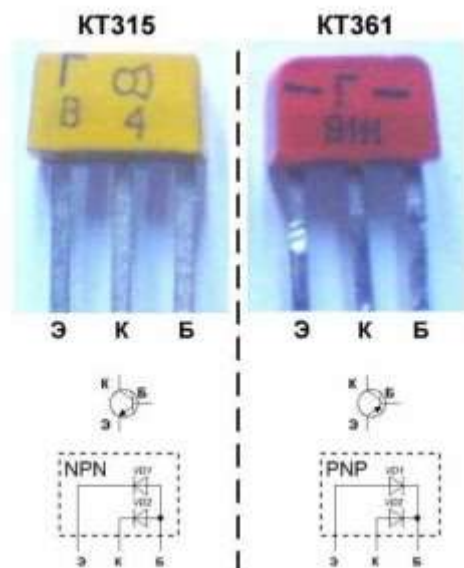

Рис. 5 — KT315, KT361
- **Включение р-п-р транзистора по схеме ОЭ** показано на (рис. 5, а). Напряжение источника питания на коллекторе V подается через резистор R_k , являющийся нагрузкой, на эмиттер — через общий «заземленный» проводник, обозначаемый на схемах специальным знаком. Входной сигнал через конденсатор связи $C_{св}$ подается к выводам базы и эмиттера, т.е. к участку база — эмиттер, а усиленный сигнал снимается с выводов эмиттера и коллектора. Эмиттер, следовательно, при таком включении является общим для входной и выходной цепей. Транзистор, по схеме с ОЭ, в зависимости от его усилительных свойств может дать 10 — 200 — кратное усиление сигнала по напряжению и 20 — 100 — кратное усиление сигнала по току. Такой способ включения по схеме с ОЭ пользуется у радиолюбителей наибольшей популярностью. Существенным недостатком усилительного каскада, включенного по такой схеме, является его сравнительно малое входное сопротивление — всего 500-1000 Ом, что усложняет согласование усилительных каскадов, транзисторы которых включают по такой же схеме. Объясняется это тем, что в данном случае эмиттерный р — n переход транзистора включен в прямом, т.е. пропускном, направлении. А сопротивление пропускного перехода, зависящее от прикладываемого к нему напряжения, всегда мало. Что же касается выходного сопротивления такого каскада, то оно достаточно большое (2-20 кОм) и зависит от сопротивления нагрузки R_k и усилительных свойств.
- **Включение прибора по схеме ОК** показано на (рис. 5, в). Входной сигнал подается на базу и эмиттер через эмиттерный резистор R_3 , который является частью коллекторной цепи. С этого же резистора, выполняющего функцию нагрузки транзистора, снимается и выходной сигнал. Таким образом, этот участок коллекторной цепи является общим для входной и выходной цепей, поэтому и название способа включения транзистора — ОК. Каскад с полупроводником, включенным по такой схеме, по напряжению дает усиление меньше единицы. Усиление же по току получается примерно такое же, как если бы транзистор был включен
по схеме ОЭ. Но зато входное сопротивление такого каскада может составлять 10 — 500 кОм, что хорошо согласуется с большим выходным сопротивлением каскада на транзисторе, включенном по схеме ОЭ. По существу, каскад не дает усиления по напряжению, а лишь как бы повторяет подведенный к нему сигнал. Поэтому транзисторы, включаемые по такой схеме, называют также *эмиттерными повторителями*. Почему эмиттерными? Потому что выходное напряжение на эмиттере практически полностью повторяет входное напряжение. Почему каскад не усиливает напряжение? Давайте мысленно соединим резистором цепь базы с нижним (по схеме) выводом эмиттерного резистора $R_э$, как показано на (рис. 5, б) штриховыми линиями. Этот резистор — эквивалент внутреннего сопротивления источника входного сигнала $R_{вх.}$, например микрофона или звукоснимателя. Таким образом, эмиттерная цепь оказывается связанной через резистор $R_{вх.}$ с базой. Когда на вход усилителя подается напряжение сигнала, на резисторе $R_э$, являющемся нагрузкой транзистора, выделяется напряжение усиленного сигнала, которое через резистор $R_{вх.}$ оказывается приложенным к базе в противофазе. При этом между эмиттерной и базовой цепями возникает очень сильная отрицательная обратная связь, сводящая на нет усиление каскада. Это по напряжению. А по току усиления получается такое же, как и при включении транзистора по схеме с ОЭ.
- **Теперь о включении транзистора по схеме с ОБ** (рис. 5, в). В этом случае база через конденсатор $C_б$ по переменному току заземлена, т. е. соединена с общим проводником питания. Входной сигнал через конденсатор $C_{св.}$ подают на эмиттер и базу, а усиленный сигнал снимают с коллектора и с заземленной базы. База, таким образом, является общим электродом входной и выходной цепей каскада. Такой каскад дает усиление по току меньше единицы, а по напряжению — такое же, как транзистор, включенный по схеме с ОЭ (10 — 200). Из — за очень малого входного сопротивления, БК превышающего нескольких десятков (30-100) Ом, включение транзистора по схеме ОБ используют главным образом в генераторах электрических колебаний, в сверхгенеративных каскадах, применяемых, например, в аппаратуре радиоуправления моделями.